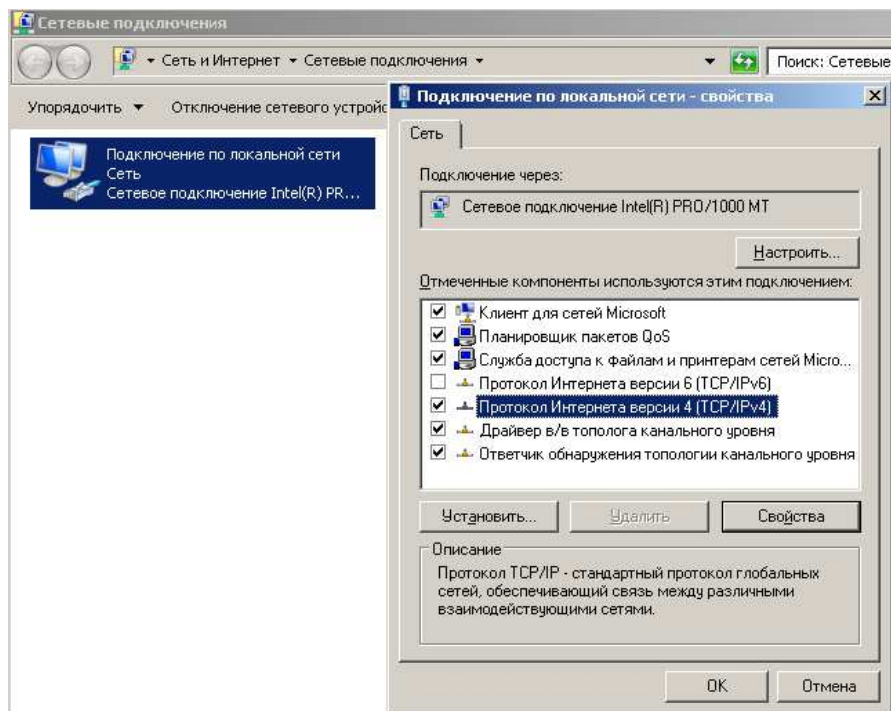

Рис. 10 Свойства подключения TCP/IP
- 5 - Внести в соответствующие поля IP-адрес, маску подсети, шлюз и т.п. (Рис. 10). Указанные данные необходимо получить у Системного администратора